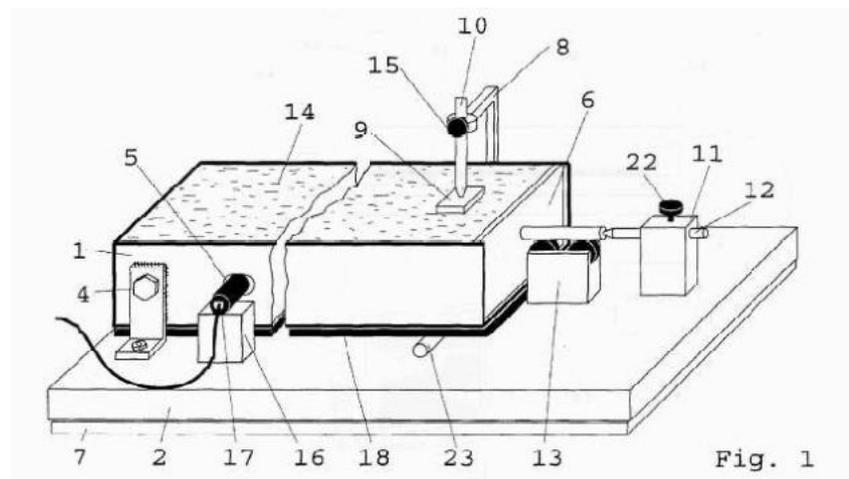

Abbildung 11: Schematischer Aufbau der Schüsselrinne
Mit der Schüsselrinne ist es erstmals möglich, bei gleichzeitiger geregelter Temperierung von unten, das Schwind-, Dehn- und Schüsselverhalten von Baustoffen aufzuzeichnen (Abb. 11).
Der Aufbau der Schüsselrinne ist in Abb. 11 schematisch dargestellt. Die Schüsselrinne ist im Wesentlichen aus einer formstabilen Rinne auf einem Unterbau aufgebaut. Im Unterbau der Rinne sind der Datenlogger und eine Heizung integriert. Sobald die Rinne an den Strom angeschlossen wird, startet die Messung. Einen Ausschalter gibt es nicht.
Am Gerät vorne befinden sich zwei Messtaster (LVDT-Sensoren) (Abb. 11 Pos. 10 und 12, Abb. 3). Der eine dient der Längenmessung und hat einen platten Messkopf (Abb. 11 Pos. 12). Dieser wird auf die Auflagefläche in Form einer Hutmutter von der beweglichen Endplatte mit Probenanker angedockt.
Der Geber für die Höhenmessung hat einen spitzen Messkopf und wird an einem Stativ befestigt (Abb. 11 Pos. 10 und 8). Für die Messung der Höhenänderung wird zusätzlich ein Plättchen auf die Oberfläche der Probe gelegt und der Geber entsprechend positioniert (Abb. 11 Pos. 9).
An der anderen Seite der Rinne befinden sich zwei Widerlager (Abb. 11 Pos. 4 und 5, Abb. 4). Das Endlager besteht aus einer Welle mit zwei Gewindebohrungen (Abb. 11 Pos. 4). Diese Welle wird von außen mit zwei Sternschrauben befestigt. Das zweite Widerlager besteht aus einer Hohlwelle, sowie einer kleineren Innenwelle (Abb. 11 Pos. 5).
- Legen Sie ein PP-Plättchen (Abb.11 Pos.9) auf die Materialoberfläche unter dem Geber für die Höhenmessung (Abb.11 Pos. 10) und drücken Sie dieses leicht ins Material ein. Die Position des Plättchens ist fixiert.
- Die bewegliche Stirnseite der Endplatte mit Anker besitzt eine Auflagefläche für den Messtaster in Form einer Hutmutter. Der Geber für die Längenmessung wird nun an die Hutmutter der Endplatte herangefahren (Abb.11 Pos. 12) und
in etwa 50% des Gesamtweges positioniert. Ziehen sie den Messgeberhalter nur leicht an (Abb.11 Pos. 22). Zu hohes Drehmoment zerstört den Geber.
- Der Geber für die Höhenmessung hat einen spitzen Messkopf und wird an einem Stativ befestigt (Abb.11 Pos. 8). Setzen Sie den Geber erst dann auf, wenn das Material eine gewisse Mindestfestigkeit erreicht hat.